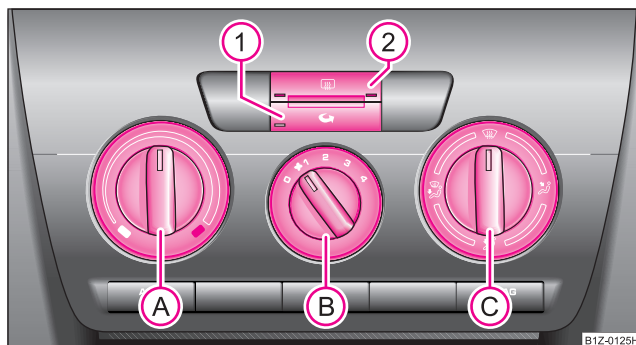
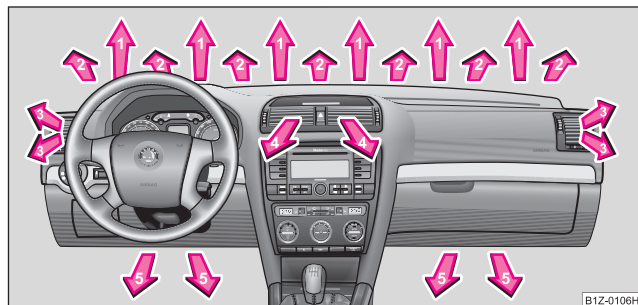
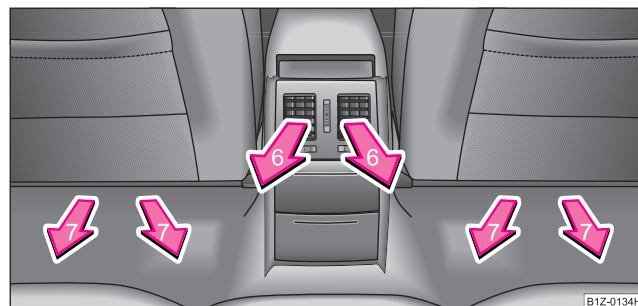

Fig. 117 Calefacción: Elementos de mando
Fig. 118 Difusores de salida de aire delanteros
Fig. 119 Difusores de salida de aire traseros
- Gire el regulador giratorio (A) ⇒ fig. 117 hacia la derecha para aumentar la temperatura.
- Gire el regulador giratorio (A) hacia la izquierda para bajar la temperatura.
- Regulador giratorio (A) ⇒ página 125, fig. 117 hacia la derecha hasta el tope
- Conmutador del ventilador (B) a la posición 4
- Regulador de la distribución de aire (C) a la posición
- Abrir los difusores 3 ⇒ página 128, fig. 118 y dirigirlos hacia el cristal lateral.
- Regulador giratorio (A) ⇒ página 125, fig. 117 hacia la izquierda hasta el tope
- Conmutador del ventilador (B) en la posición deseada
- Abrir los difusores **3** y **4** ⇒ página 128, fig. 118
Si el regulador distribuidor de aire (C) se encuentra en la posición  ⇒ página 125, fig. 117, el servicio de aire circulante se desconectará automáticamente. Pulsando repetidamente la tecla , usted puede conectar de nuevo el servicio de aire circulante también en esta posición.
- Pulsar la tecla  - se encenderá el testigo de control en la tecla ⇒ página 125, fig. 117.
La salida de aire para cada difusor la puede ajustar usted con el regulador giratorio **(C)** ⇒ página 125, fig. 117. Los difusores **3, 4** ⇒ fig. 118 y **6** ⇒ fig. 119 se pueden cerrar y abrir por separado:
De los difusores abiertos fluye, según la posición del regulador **(A)** ⇒ página 125, fig. 117 y según las condiciones climatológicas exteriores, aire calentado o sin calentar.